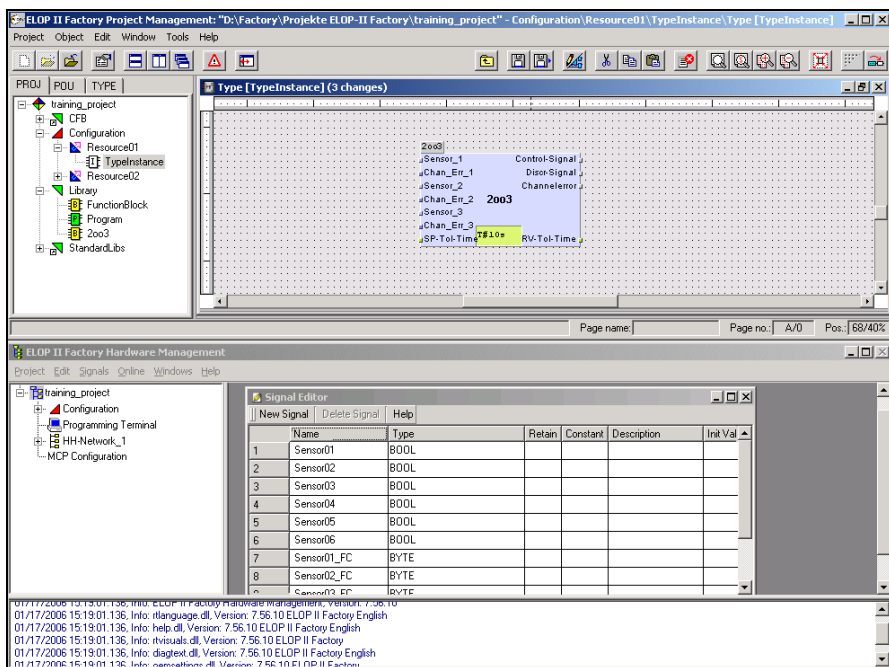

Fig. 93: Área de desenho e editor de sinais maximizados
- ☐ Clicar com o botão direito do mouse na barra de tarefas do Windows. Selecionar **Tile Windows Horizontally** no menu de contexto e alinhar gestão de projetos e Hardware Management um em cima do outro (veja Fig. 93).
- ☐ Aumentar a área de desenho do programa ou bloco funcional para ter o máximo de espaço para o posicionamento (Fig. 93, parte superior).
- ☐ Aumentar a área da lista de sinais no editor de sinais para ver o máximo de sinais (Fig. 93, parte inferior).